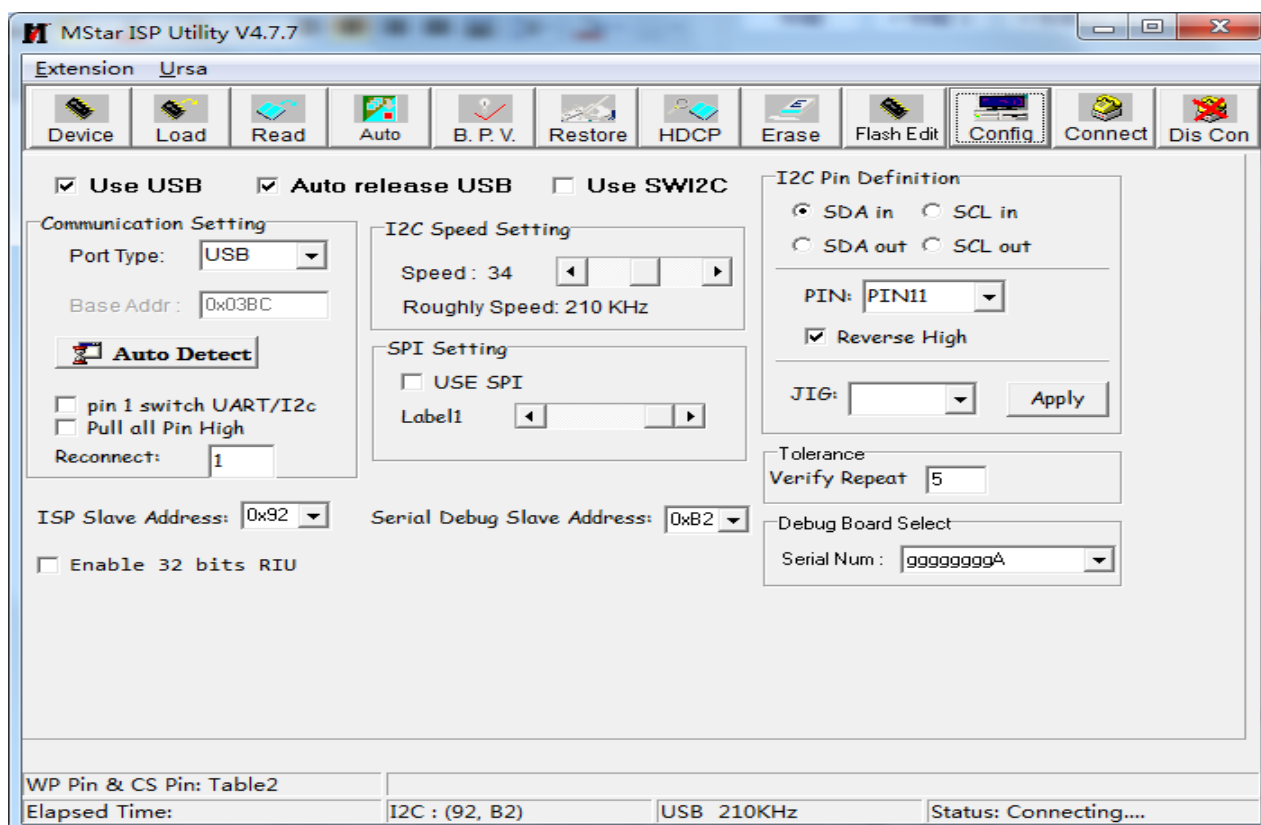

图 3.2
- 5) 打开时需要先检查一下配置, 对不符合的项进行更改, 点击“Config”按钮, 出现下图 3.2。